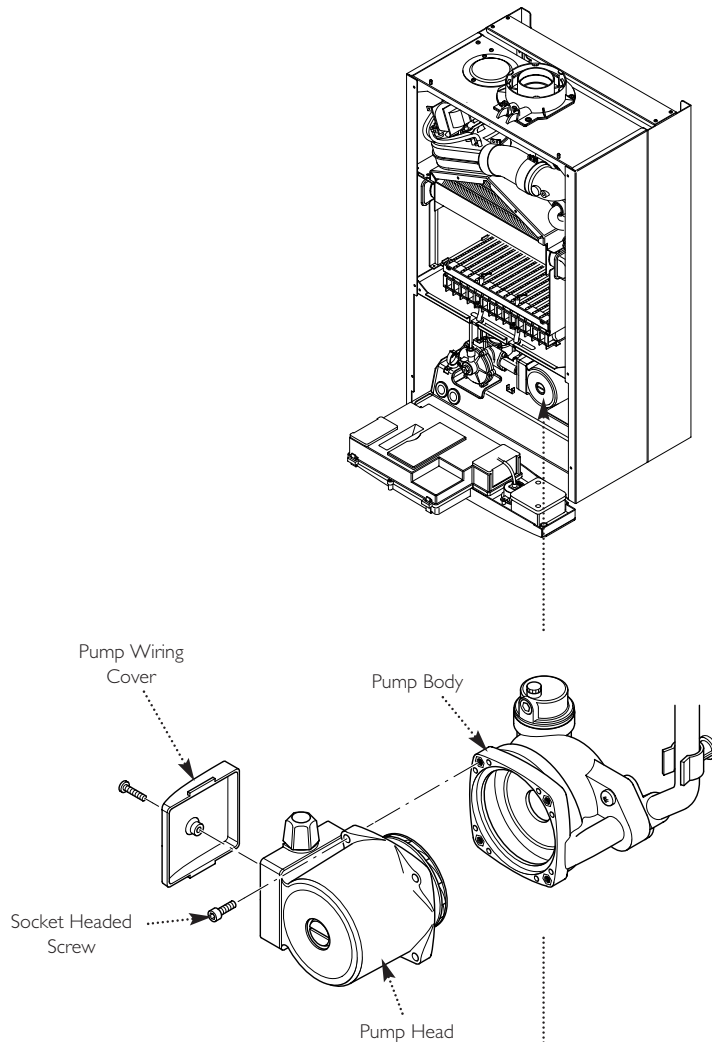

Fig. 71
14.12 Pump - Head Only (Fig. 71)